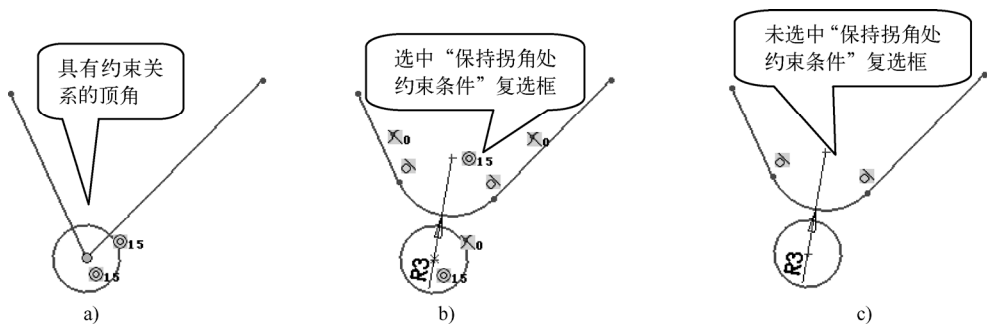

图 2-58 “保持拐角处约束条件”复选框的作用
- 保持拐角处约束条件：选中此复选框，如果顶点具有尺寸或几何约束，将保留虚拟交点；如果取消此复选框的选择，如顶点具有尺寸或几何约束，则生成圆角后将删除这些几何关系，如图 2-58 所示。